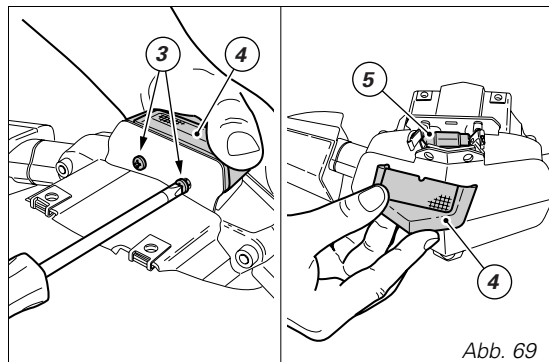

Abb. 69
Das Profil mit dem Transparent abziehen, dann die Glühbirne (5) der Kennzeichenbeleuchtung (Abb. 69) austauschen.